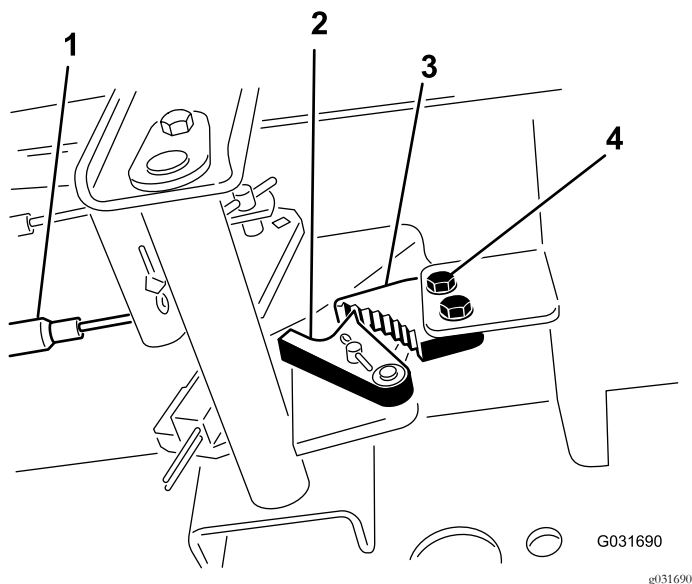

Bild 55
1. Lösen Sie die zwei Schrauben, mit denen die Sperre der Feststellbremse am Rahmen befestigt ist (Bild 55).
2. Drücken Sie das Pedal der Feststellbremse nach vorne, bis der Bremsauslöser ganz an der Bremssperre greift (Bild 55).